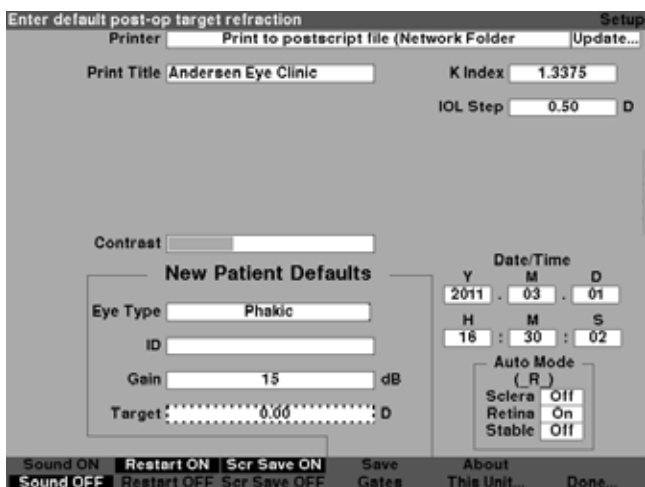

Figura 5-53 Campo Target (Objetivo) activado
2. Presione el control giratorio o el botón $\sqrt{\quad}$ para activar el campo, indicado con un borde punteado, como se muestra en la Figura 5-53.